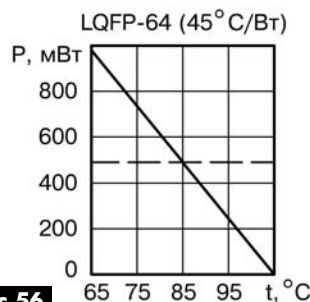

Рис.56
Мощность, рассеиваемая внутри МК, определяется по формуле $P [mВт] = VDD [В] * I_{МК} [mA] + 27 * (Vo [В] * I_{HL} [mA]) = 3,3 * 10 + 27 * (0,3 * 9) = 106$ мВт, где VDD – напряжение питания Discovery, V_o – падение напряжения на открытых КМОП-транзисторах внутри МК (см. рис.48, 49, РА 6/2012). Мощность получается меньше допустимой даже при температуре +100 °С (рис.56).
2) уменьшать ток до 118,3 мА, как предлагается на сайте <http://robocraft.ru/blog/ARM/687.html>, некорректно, поскольку мощность 444 мВт (пунктир на графике рис.56) рассеивается лишь на открытых транзисторах МК;